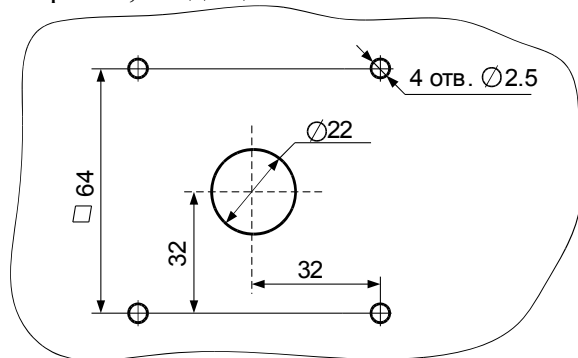

Рис.3 Чертеж разметки на баке для сверления отверстий для установки датчика ДУ-04.
6.3.1 Датчик монтируется на баке, в котором предварительно сверлятся 5 отверстий: одно отверстие $\varnothing 22$ мм для прохода чувствительного элемента датчика (рабочей части датчика) в бак и 4 отверстия $\varnothing 2.5$ мм для крепления датчика на баке. Чертеж разметки на баке для сверления отверстий приведен на рис.3. Для разметки рекомендуется использовать шаблон для сверления отверстий, входящий в комплект монтажных частей.